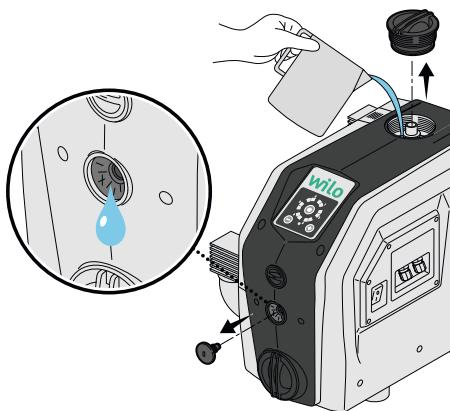

Fig. 8: Punjenje
2. Punite proizvod vodom (oko 1,5 l) dok voda ne izđe iz otvora za ventilaciju (Fig. 8).